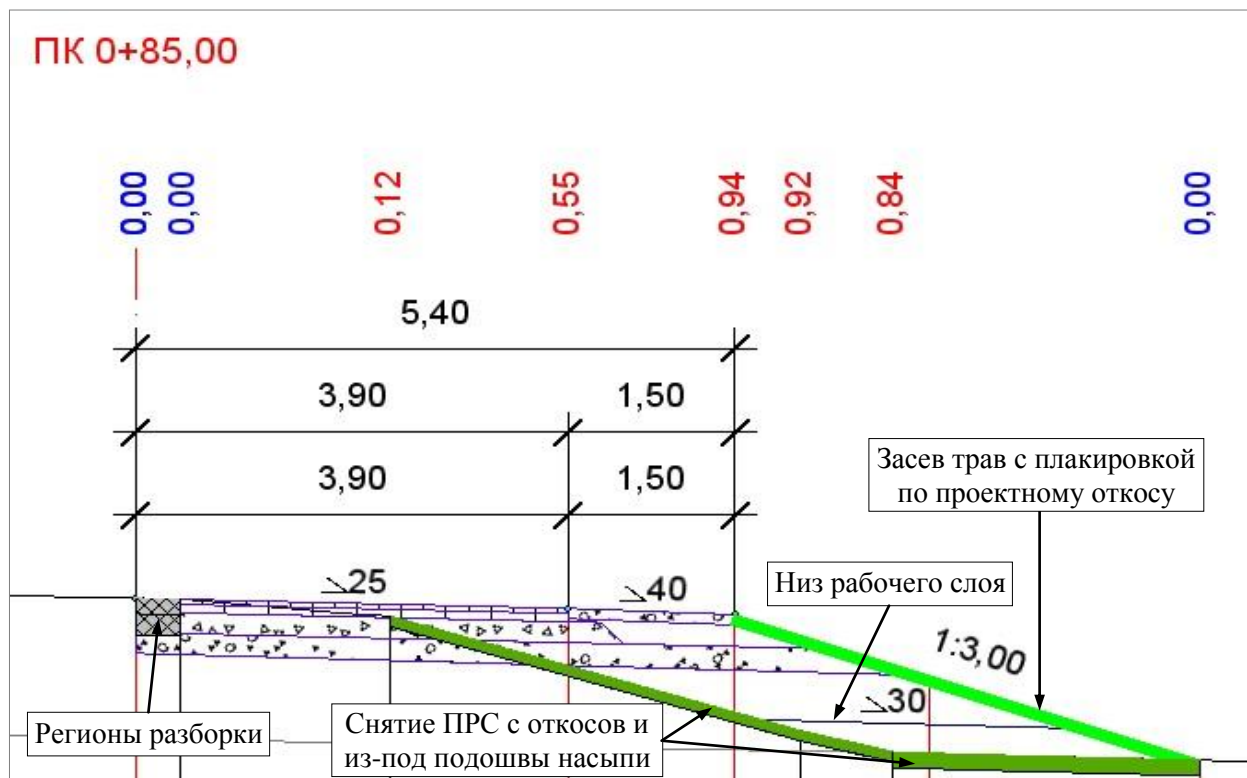
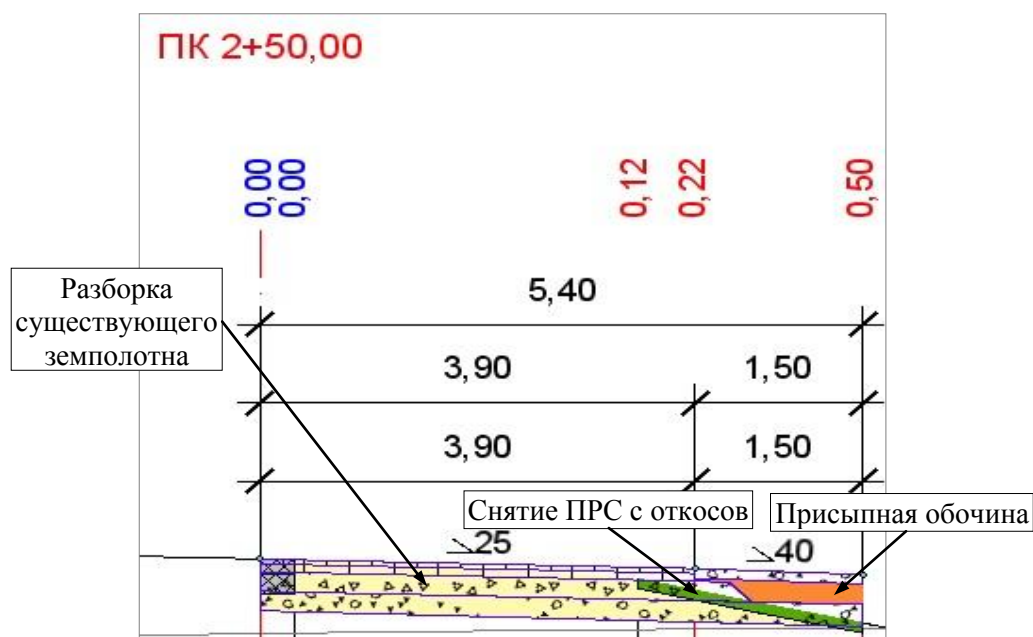

Рис. 5. Проектный поперечник ПСП полной ширины с устройством откосов
Рис. 6. Поперечник по ПСП без откосов (показаны земляные работы)
- справа предусмотрена насыпь без кюветов на всем протяжении (рис. 5), кроме участка вдоль территории АЗС (ПК 1+80 – ПК 2+60) – здесь откосы не устраиваются (рис. 6);
- параметры рыхления существующих откосов и нарезки уступов (рис. 5).